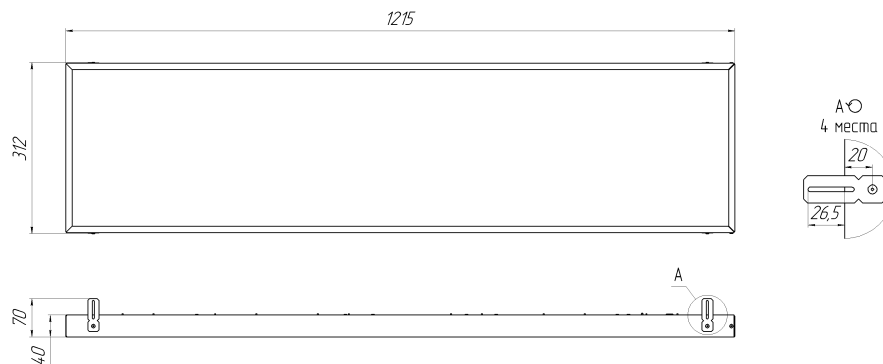

Рисунок 1. Габаритный чертеж
5.1.2. Для установки светильника необходимо повернуть торцевую панель и аккуратно снять рассеиватель. Надежно закрепить на ровной поверхности корпус светильника при помощи комплекта креплений, габариты для монтажа см. рисунок 1.